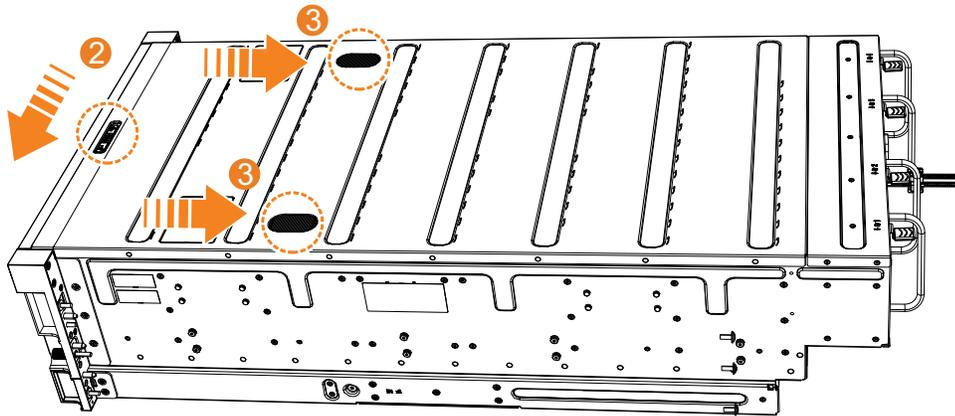

図 105. 2076-92F 上部カバーの再取り付け
2. 284 ページの図 105 に示すように、カバー解放レバー (2) を側面の方へ押しします。
3. 284 ページの図 105 に示すように、カバーが止まるまで、エンクロージャーの背面方向へスライドさせます (3)。